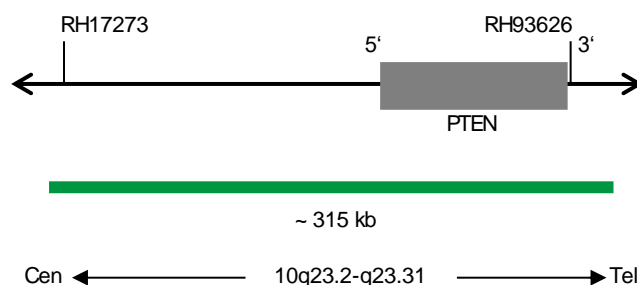

Fig. 1: SPEC PTEN Mapa de la sonda (no está a escala)
- Polinucleótidos marcados en verde (excitación a 503 nm/emisión a 528 nm) ZyGreen (~10 ng/μl), dirigidos a secuencias localizadas en 10q23.2-q23.31\* (chr10:89,440,649-89,755,790) que albergan la región del gen PTEN (ver Fig. 1).